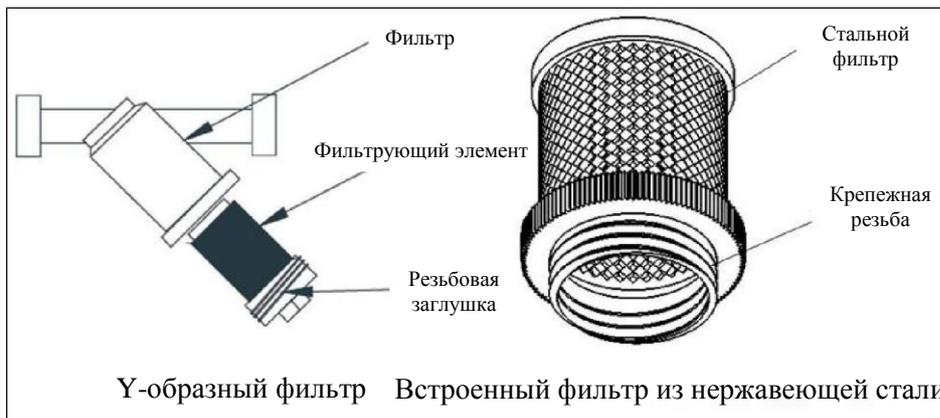

Рисунок 13. Два фильтра, которые обычно используются нашей компанией
- Регулярная очистка фильтров в водяном контуре оборудования производится обычно через 7-10 дней. Компания обычно использует два фильтра, показанных на рис. 13. Y-образный фильтр устанавливается на выходе водяного насоса или оборудования, встроенный фильтр из нержавеющей стали устанавливается в бак для воды;